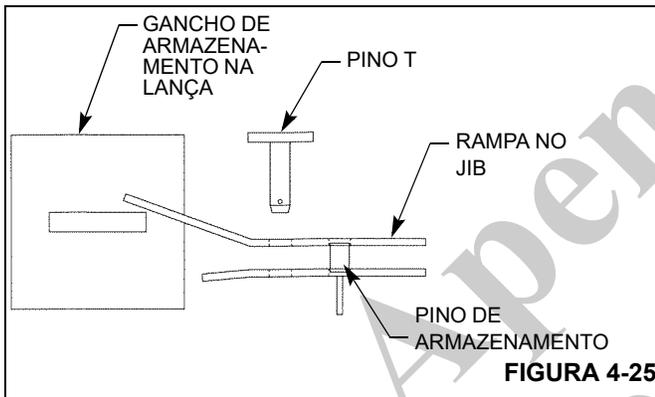

FIGURA 4-25
- Retraia a lança lentamente. Observe o alinhamento do gancho de armazenamento e do conjunto de trava conforme a lança é retraída, Figura 4-25.